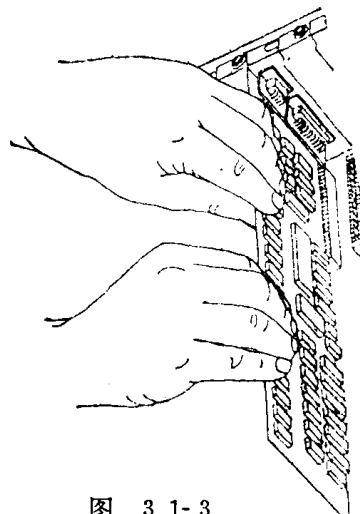

图 3.1-3
3. 当将选件适配器安装到系统板上时，应握在适配器顶部边缘或上面边角处。（见图3.1-3）